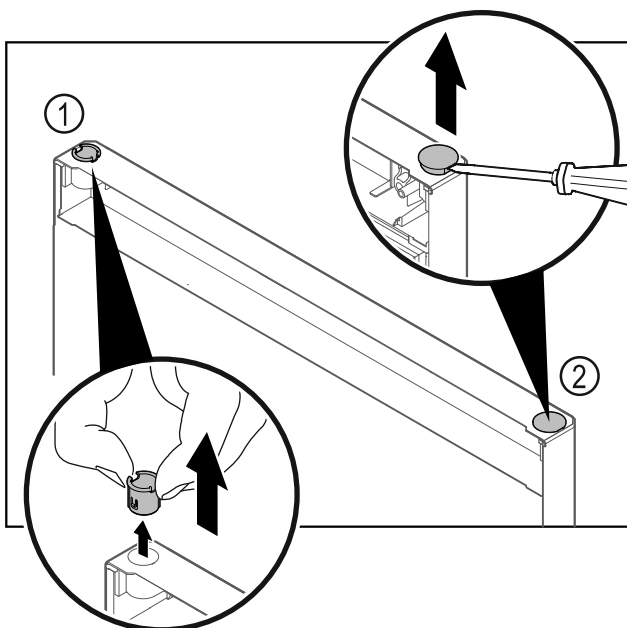

Fig. 25
- Trekk ut hengselbøssingen Fig. 25 (1) med fingrene.
- Løft dekkstøpselet Fig. 25 (2) forsiktig opp med en skruetrekker, og trekk det av.